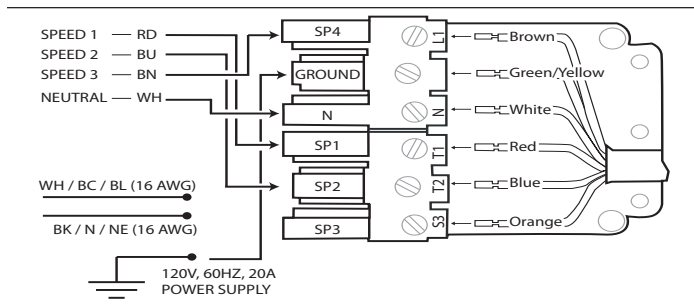

Figura 12: Cableado de la campana con un ventilador a distancia
8. Conecte el ventilador a distancia con los cables del conector en espiral, como se muestra en la *Figura 12*. Conecte el cable verde (toma de tierra) del ventilador al tornillo de toma de tierra de la caja de conexiones. Consulte las instrucciones de instalación del ventilador para obtener más detalles sobre el cableado.